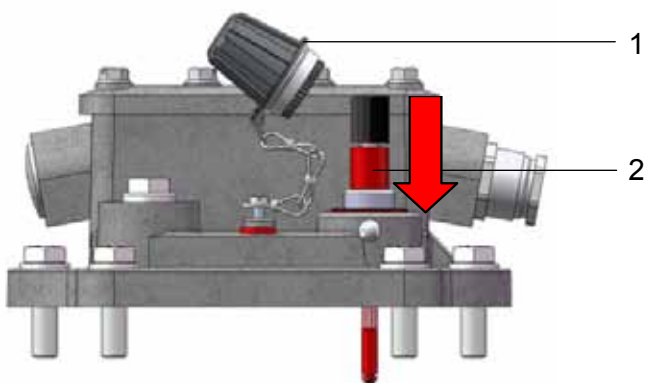

图 6 - 按下检查钮
- 拧下闷盖螺母(图 6/ 1 号)
- 检查按钮(图 6/ 2 号)向下按至止挡位,然后放开(挡板由此达到相应位置)